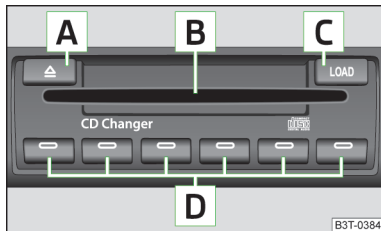

Abb. 118
Die Taste **C** » Abb. 118 antippen und die CD (Compact Disk) in den CD-Schacht **B** einführen. Die CD wird automatisch auf die niedrigste freie Position im CD-Wechsler geladen. Die Kontrollleuchte in der entsprechenden Taste **D** hört auf zu blinken.
Die Taste **C** » Abb. 118 länger als 2 Sekunden gedrückt halten und die CDs nacheinander (maximal 6 CDs) in den CD-Schacht **B** einführen. Die Kontrollleuchten in den Tasten **D** blinken nicht mehr.
Die Taste **C** » Abb. 118 antippen. Die Kontrollleuchten in den Tasten **D** leuchten bei den bereits belegten Speicherplätzen und blinken bei freien Speicherplätzen.
Die Taste **A** » Abb. 118 antippen, um eine CD auszuwerfen. Bei belegten Speicherplätzen leuchten jetzt die Kontrollleuchten in den Tasten **D**.
Die Taste **A** » Abb. 118 länger als 2 Sekunden gedrückt halten. Alle CDs im CD-Wechsler werden nacheinander ausgeworfen.
- Die CD in den CD-Schacht **B** » Abb. 118 immer mit der bedruckten Seite nach oben einführen.